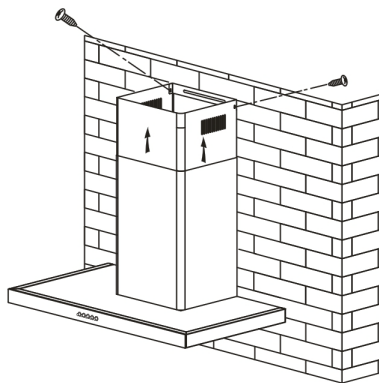

Abb. 6
- Führen Sie das obere Teil der Rohrabdeckung bis zum höchsten Punkt und befestigen Sie sie an der Gabel über die Schrauben. (Abb.6)
- Führen Sie das obere Teil der Rohrabdeckung bis zum höchsten Punkt und befestigen Sie sie an der Gabel über die Schrauben. (Abb. 6)